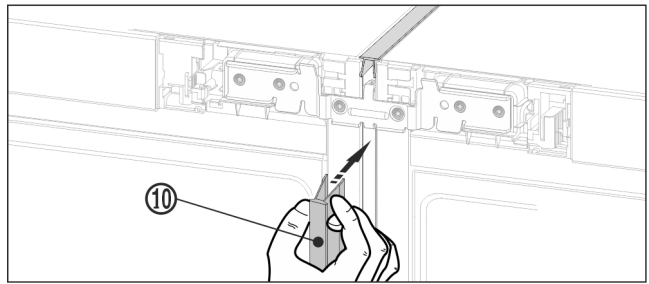

Fig. 22
- Tryck in den långa täcklisten Fig. 22 (10) i den vertikala spalten på framsidan. Kontrollera då att listerna går upp mot förbindelseplåten.